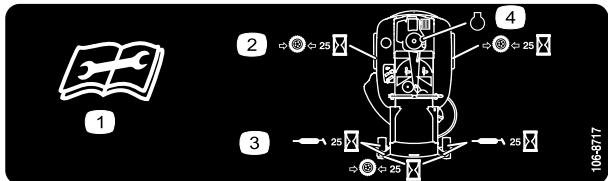

Figura 27
3. Limpie con un trapo los puntos de engrase (Figura 26) y (Figura 27). Asegúrese de rascar cualquier pintura que hubiera sobre los puntos de engrase.
4. Conecte una pistola de engrasar a cada punto de engrase (Figura 26 y Figura 27). Bombee grasa hasta que empiece a rezumar grasa de los cojinetes.